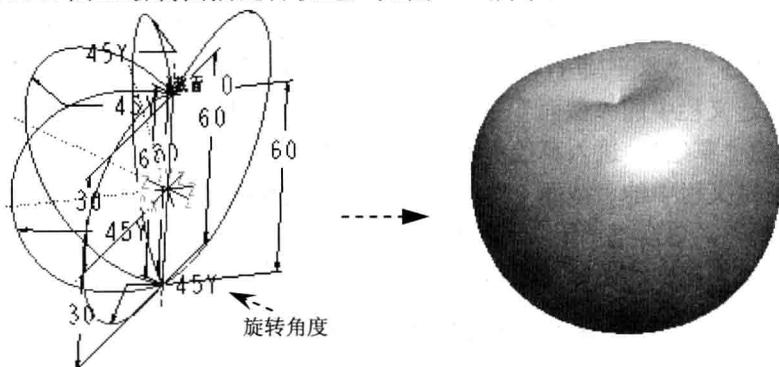

图 1-4 旋转混合创建苹果体
⑥ 单击草绘界面的图标按钮 ，在弹出的输入栏中输入截面 2 与截面 1 的夹角  $45^\circ$ ，再单击输入栏中的图标按钮 ，再次进入草绘界面。
⑦ 绘制截面 2。
① 单击主菜单中的“草绘”→“数据来自文件”→“文件系统”；② 打开刚保存的截面 1 文件（2D 文件），在屏幕适当位置单击，在“移动和调整大小”窗口中输入缩放比例 1，单击图形移动符号 ，拖动鼠标，调整图形到适当位置，单击“移动和调整大小”窗口中的图标按钮 ；③ 修改调整截面形状（注意只是微调，截面形状不要变化太大，否则影响苹果的外形效果）。
⑧ 以同样方法绘制另外 3 个截面（总共 5 个截面），截面之间的旋转角度可以自己把握。
⑨ 单击特征定义窗口中的“确定”，完成旋转混合，如图 1-4 所示。